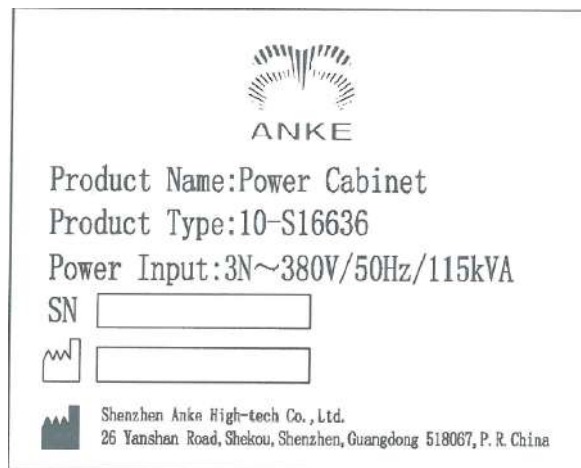

Рисунок2-10 PDU-этикетка
5. Рисунок 2-10 является этикеткой PDU, наклеенной на поверхность коробки PDU